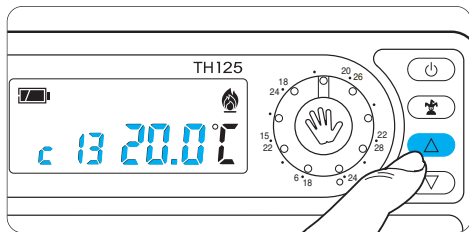

Fig. 45
14.3 - Premere il pulsante ∇ o Δ (fig. 45) per selezionare l'ora in cui si vuole impostare il tempo di ritardo.